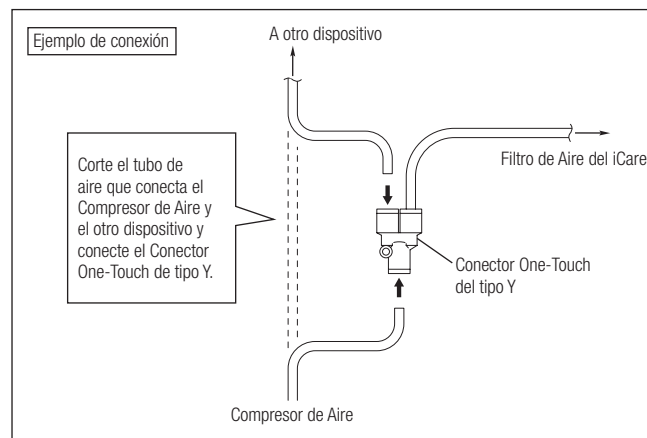

Fig. 2
- 2) Conecte el Conector One-Touch de tipo Y a la fuente de aire (Compresor de Aire) tal y como se muestra en la Fig. 2.